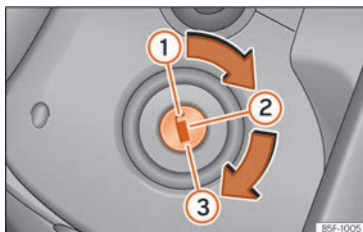

Fig. 215 Posiciones de la llave de contacto.
En esta posición »» **fig. 215 ①** el encendido y el motor están desconectados, pudiéndose bloquear la dirección.
- Gire la llave de contacto a la posición de arranque »» **fig. 215 ③**.
- Gire la llave de contacto hasta la posición »» fig. 215 ②. El testigo ⚡ se encenderá en caso de precalentamiento del motor.
- En cuanto se apague el testigo, gire la llave de encendido a la posición ③ para poner en marcha el motor y no pise el acelerador.
- Gire la llave hasta la posición »» **fig. 215** .
- Extraiga la llave de encendido en la posición **» fig. 215** **①** **»** **⚠**.